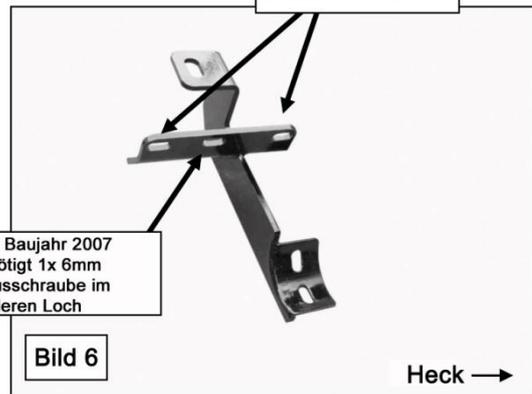

Bild 6
**a) 2007-2008:** Verwenden Sie nur das mittlere Loch in der Halterung und (1x) 6mm x 25mm Inbusschraube, (1x) 6mm kleine U-Scheibe (außen), (1x) 6mm große U-Scheibe (innen gegen die Halterung) und (1x) Nylon Sicherungsmutter um die Halterung an der Rückseite der Seitenkante zu montieren (**Bild 6 & 7**).
**b) 2008-2012:** Sie benötigen (2x) 6mm Inbusschraube, (2x) 6mm kleine U-Scheibe (außen), (2x) 6mm große U-Scheibe (innen gegen die Halterung) und (2x) Nylon Sicherungsmutter um die Halterung an der Rückseite der Seitenkante zu montieren, (**Bild 6 & 8**).